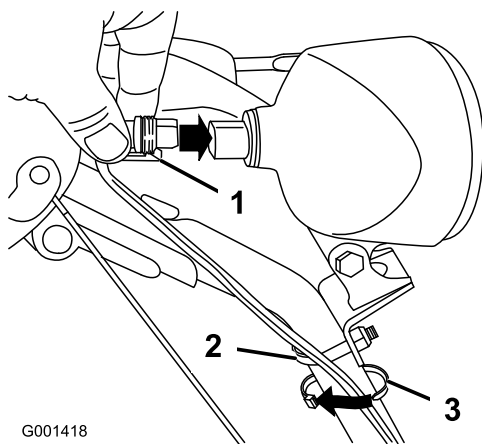

Figure 17
1. Branchez directement le connecteur qui est au bout du fil à l'arrière du phare et enfoncez-le bien en place (Figure 17).
**Remarque:** Assurez-vous que l'attache en plastique du connecteur se trouve en bas (Figure 17).
2. Attachez un serre-câble (pris dans le sachet de pièces détachées) autour du câble et du guidon à environ 2,5 cm au-dessous de l'étrier fileté (Figure 17).